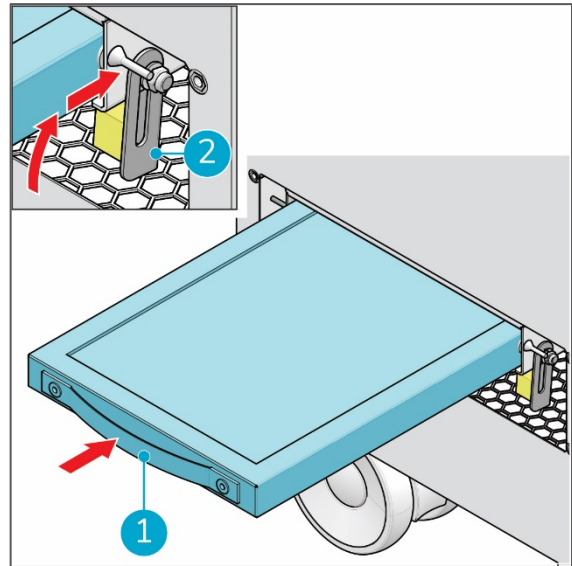

Abbildung 19
7. Schieben Sie den neuen Filter (Abbildung 19, Pos. 1) vorsichtig in das Fach.
8. Ziehen Sie die Filterverriegelung (Abbildung 19, Pos. 2) nach oben und drücken Sie sie dann ein, um den Filter zu fixieren.